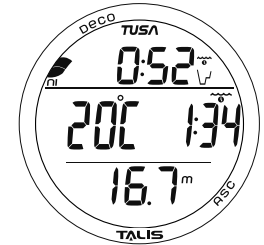

Abb. 94 - FREE-TAUCHGANG-HAUPT
**FREE-Tauchgang-Hauptdisplay** Informationen beinhalten (Abb. 94) -